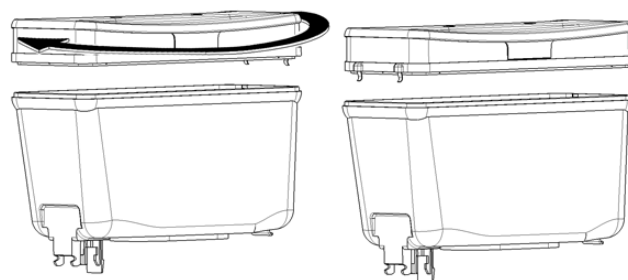

figura 1
- 9** Para apagar las luces de la tapa es suficiente girarlo de 180°. (ver figura 1)